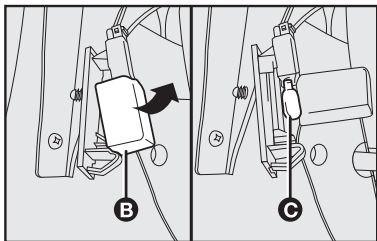

fig. 31
- abrir a cobertura da lâmpada **B-fig. 31** e substituir a lâmpada **C-fig. 31** inserida a pressão;
- fechar a cobertura **B-fig. 31** no grupo transparente;